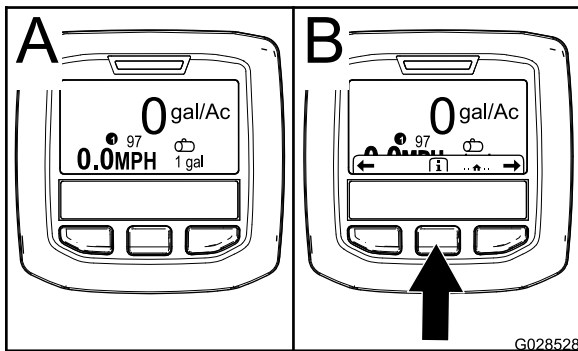

図 59
2. およそ 15 秒後、ホーム画面が表示される。中央ボタンをもう一度押して最初の案内を表示させる図 59。